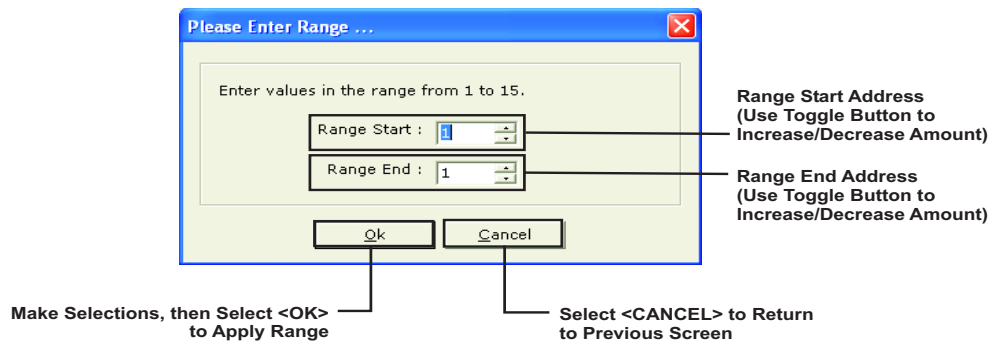

Figure 2-35. Peripheral-Devices Address-Range Selection
1. Select either the <Add RDCM(s)> or <Add ATM(s)>. Figure 2-35 displays.